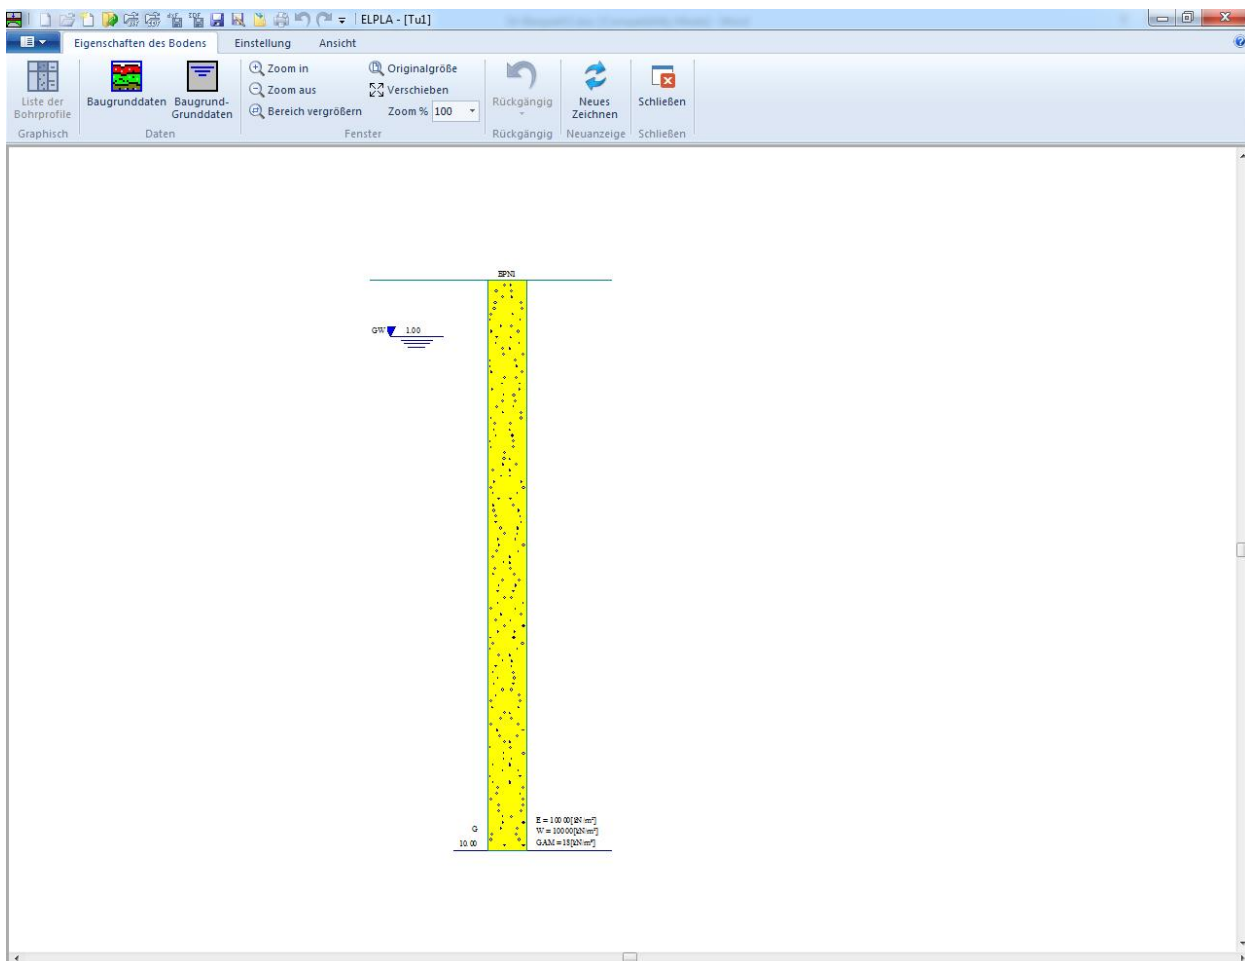

Bild 13.21 "Eigenschaften des Bodens" Fenster mit einem Standardbohrprofil
- Das folgende Fenster im Bild 13.21 erscheint mit einem Standardbohrprofil
Baugrunddaten werden durch das "Daten"-Menü im Bild 13.21 definiert, welches die folgenden zwei Befehle enthält:
- Wählen Sie im Fenster (Bild 13.21) den Befehl "Baugrunddaten" aus dem "Daten"-Menü.